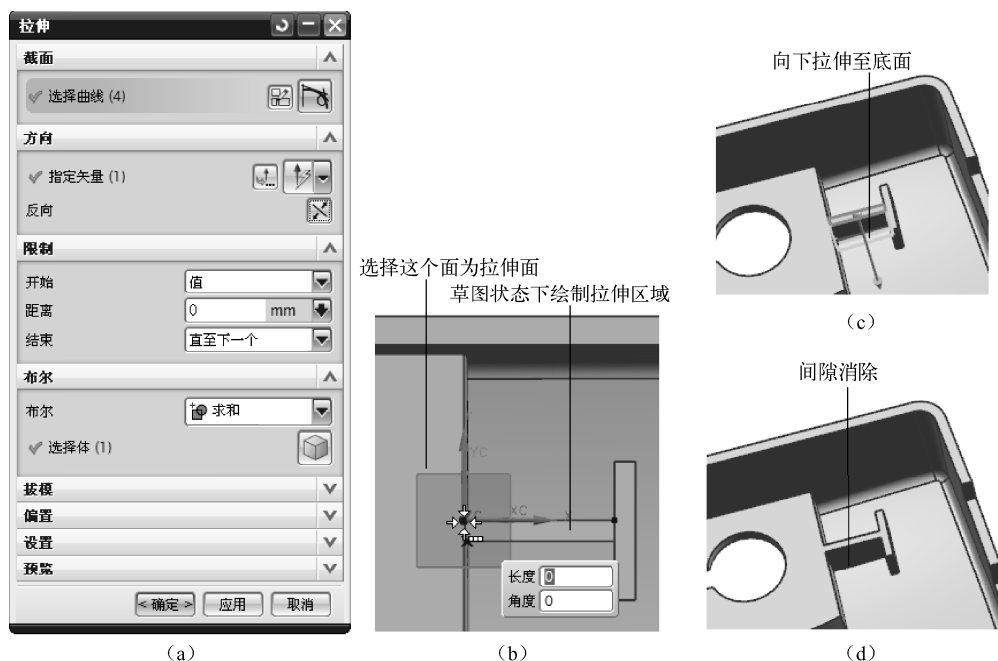

图 2-35 拉伸消除间隙
(4) 与产品模型设计者讨论，这个间隙是否有存在的必要。修改的方法有两种：一是将底切面拉到顶，消除间隙；二是打通产品的上表面消除倒扣便于成形。下面应用 NX 的【拉伸】工具修改产品模型。
(5) 方法 1, 将倒扣面拉到顶。在 NX 工具条上单击拉伸按钮, 弹出如图 2-35 (a) 所示的【拉伸】对话框, 选择倒扣区域的上表面为拉伸面, 在草图状态下绘制拉伸区域, 如图 2-35 (b) 所示。
(6) 在【拉伸】对话框的【方向】选项组中指定拉伸矢量方向, 如图 2-35 (c) 所示; 在【限制】选项组中指定【结束】为【直至下一个】; 在【布尔】选项组中设置【布尔】为【求和】, 单击【确定】按钮, 完成拉伸, 消除了产品模型的间隙, 如图 2-35 (d) 所示。